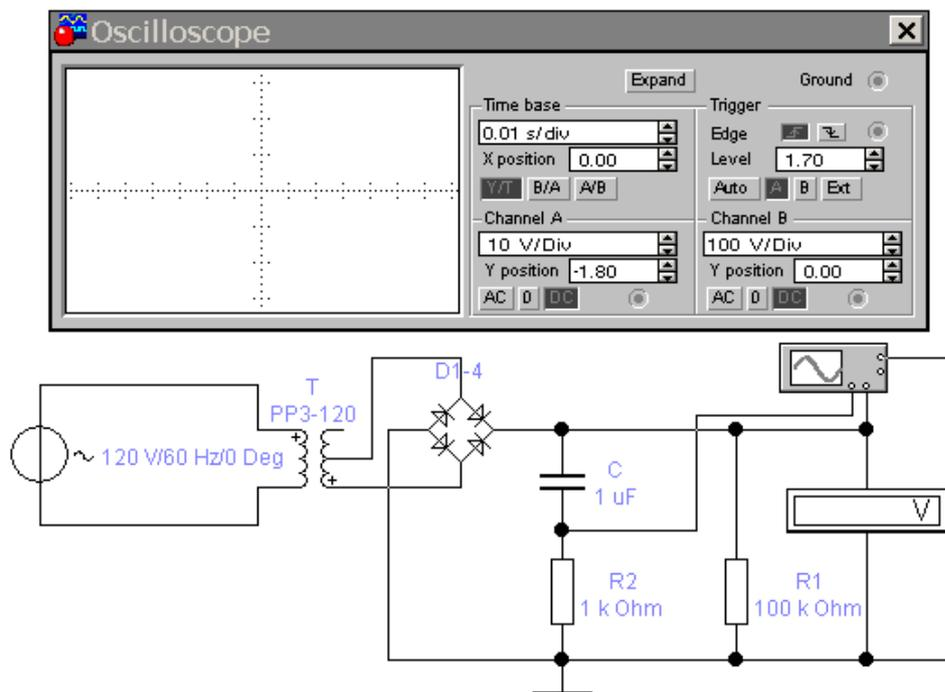

Рисунок 10.6 – Схема двухполупериодного выпрямителя напряжения на основе диодного моста
10.2.6 Открыть файл B2.ewb со схемой двухполупериодного выпрямителя напряжения на основе диодного моста (рис. 10.6).